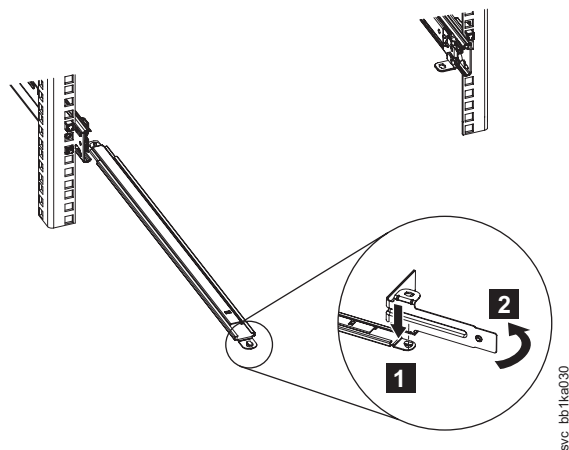

図 17. ラック背面: SAN ポリューム・コントローラー 2145-CF8 ケーブル・マネジメント停止ブラケットの取り付け
2. サポート・アームの接続されていない方の端に (右側)、L 字形のケーブル・マネジメント停止ブラケット (35 ページの図 17 の **1**) を取り付けます。ブラケット **2** を回転させて、サポート・アームに固定します。